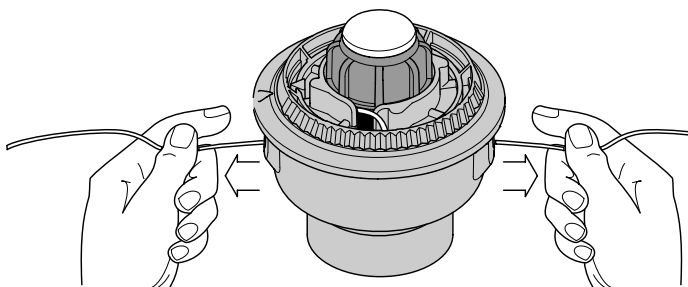

Fig. 51
- Si le rembobinage du fil devient difficile ou si le fil se coince, tirez-en les extrémités de la bobine. Continuez de rembobiner le moulinet intérieur vers la gauche (Fig. 51).
- Maintenez le moulinet intérieur et installez le bouton de butée, le ressort, et le joint en mousse en poussant le bouton de butée vers le bas et en le tournant à droite. Saisissez les extrémités et tirez fermement pour dégager le fil des fentes de retenue du moulinet intérieur (Fig. 51).
Si le SpeedSpool^{MD} ne déroule pas le fil correctement, tirez fermement les extrémités du fil loin de la bobine (Fig. 51). Si cela ne suffit pas, suivez les instructions de *Nettoyage du SpeedSpool^{MD}*.